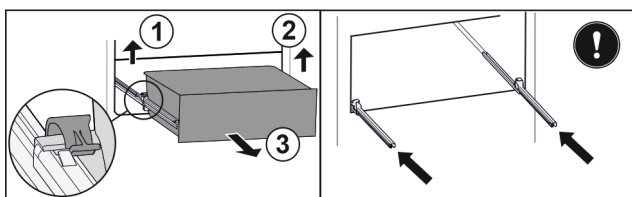

Fig. 48
- Løft venstre klemme og trekk samtidig skuffen fremover til venstre. Fig. 48 (1)
- Løft høyre klemme og trekk samtidig skuffen fremover til høyre. Fig. 48 (2)
- Ta ut skuffen framover. Fig. 48 (3)